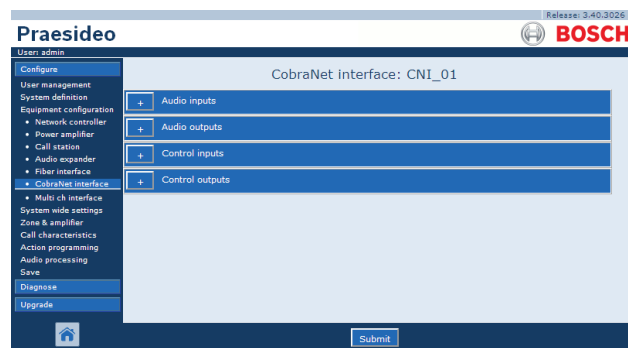

Abbildung 43.34: Konfiguration der CobraNet-Schnittstelle, Schritt 2
- 2 Klicken Sie auf den Namen der zu konfigurierenden CobraNet-Schnittstelle. Im Hauptframe der webbasierten Benutzeroberfläche wird ein Bildschirm angezeigt, der dem in Abbildung 43.34 gleicht.